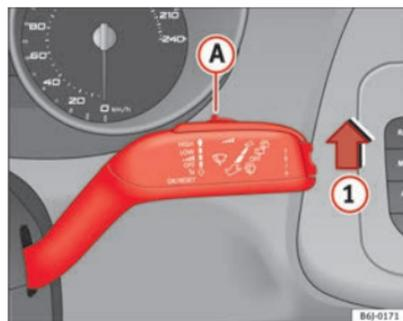

Fig. 65 Palanca del limpiaparabrisas
- Mueva la palanca del limpiaparabrisas hasta la posición ① ⇒ fig. 65.